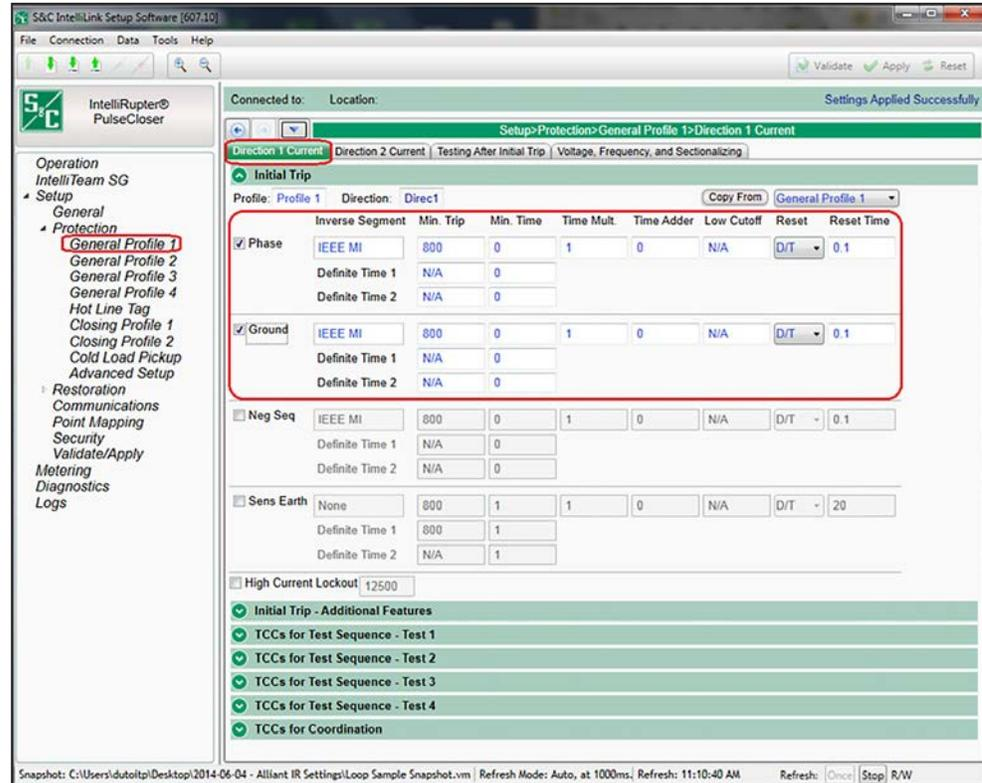

Figura 70. Seção de configuração de curvas de Trip Inicial na tela *Configurações>Proteção>Perfil Geral 1>Direção 1>Corrente*.
PASSO 5. Configure as curvas TCC de Trip Inicial de cada direção; cada sequência de testes pode ter uma única curva. Ver Figura 70 na página 140. A biblioteca de curvas S&C é encontrada na seguinte pasta do seu computador: C:\Users\Public\Documents\S&C Electric\Curve Library 2.3\Base TCC Curve XDT Files\.